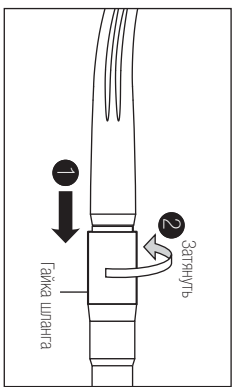

Рис.2
- 1) Аккуратно соедините наконечник с разъемом шланга и затяните соединительную гайку шланга (Рис.2).